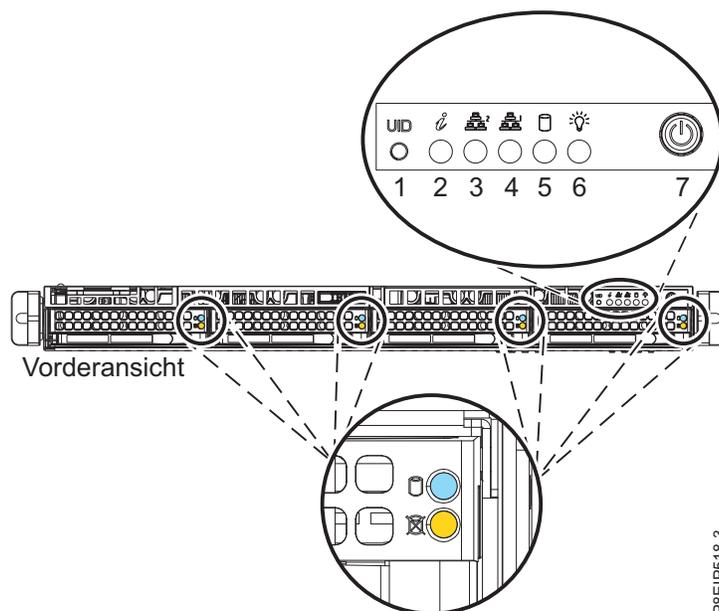
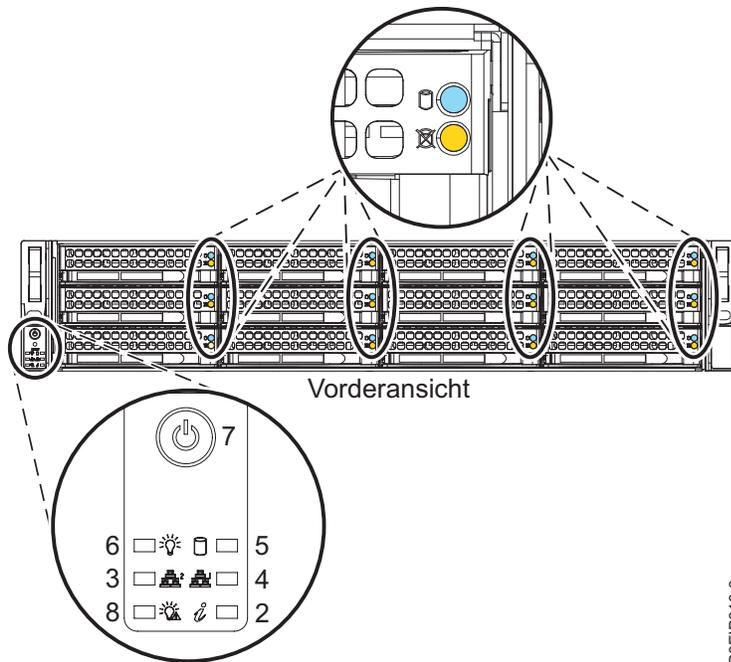

Abbildung 91. Netzschalter beim System vom Typ 8001-12C
Abbildung 92. Netzschalter beim System vom Typ 8001-22C
2. Drücken Sie den Netzschalter (7) (siehe Abb. 91 oder Abb. 92 auf Seite 87). Sie müssen den Schalter 0,5 bis 3 Sekunden lang gedrückt halten.